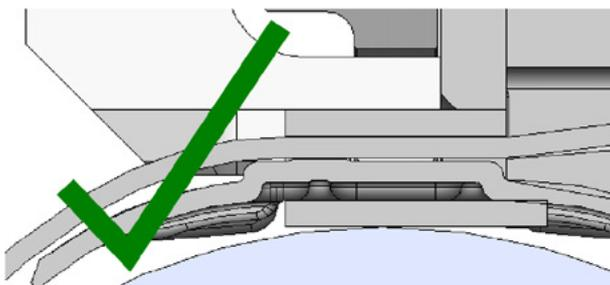
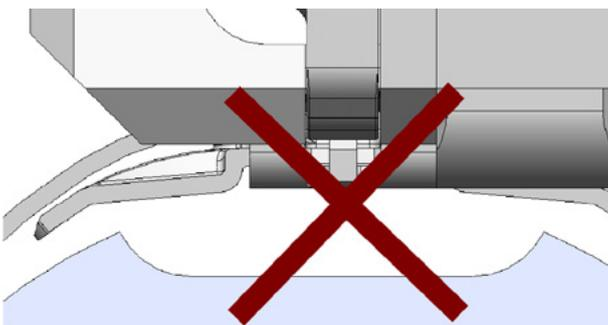

Abb. 22 Beispiel für eine korrekte Ausrichtung des WingGuard®-Gehäuses und des Verstemm-Trennkopfes (beide sind parallel)
Abb. 24 Unzulässige Positionierung des WingGuard®-Gehäuses an einer Anwendung
- ▶ Um von der vollen Leistung der WingGuard®-Bandklemme zu profitieren, muss das WingGuard®-Gehäuse von der Anwendung abgestützt werden (siehe Abb. 22 und Abb. 24).